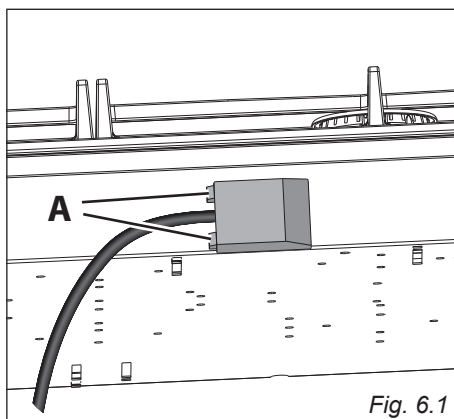

Fig. 6.1
- Løsn dækslet til tilslutningsboksen ved at indsætte en flad skruetrækker i krogene "A" (Fig. 6.1).